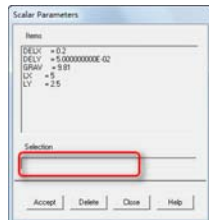

图 7-46 “Scalar Parameters” 对话框
① 依次选择 Utility Menu→Parameters→Scalar Parameters, 会弹出“Scalar Parameters”对话框, 如图 7-46 所示。在 Select 输入框中依次输入: